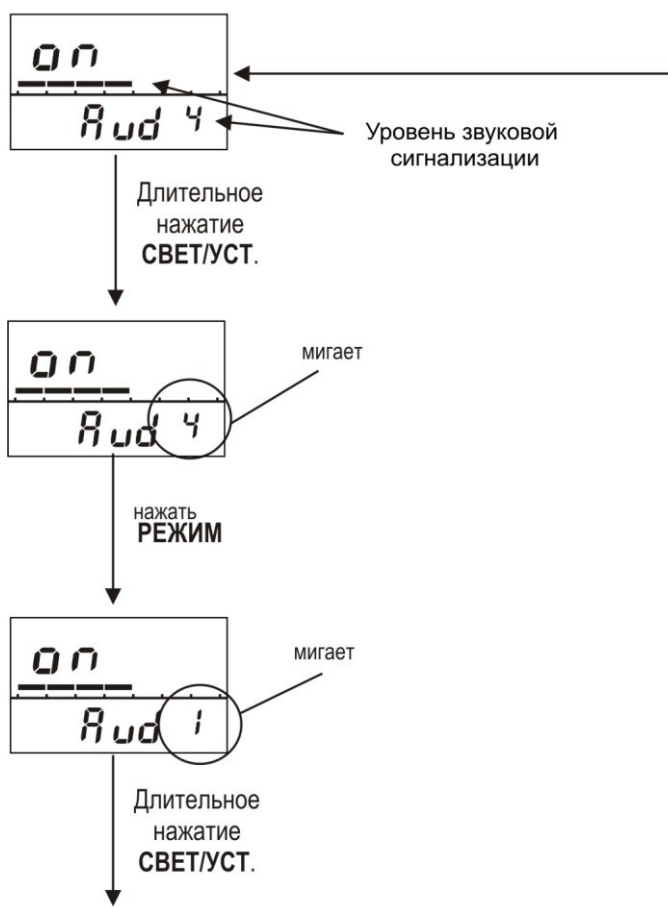

Рисунок 2.5 – Индикация состояния звуковой сигнализации (включение/выключение, регулировка уровня звука дозиметра ДКГ-PM1621М (ДКГ-PM1621МА))
- регулировку уровня звукового давления (рисунок 2.5);